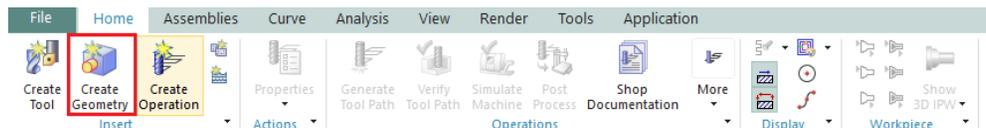

Figura 3.14 Pestaña *Home*, función *Create Geometry*.
- En la *ribbon bar* seleccionar, en la sección de **Insert**, seleccionar **Create Geometry** (Figura 3.14).